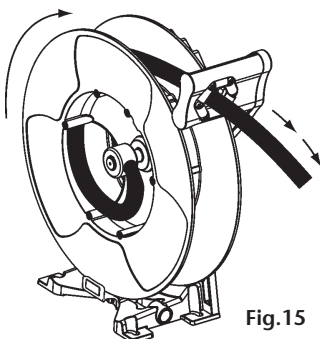

Fig.15
1. Pull the hose out and let the hose reel latch (fig. 15).
1. Tire de la manguera hasta que quede trincada en el enrollador (fig. 15).
1. Tirer le tuyau jusqu'au verrouillage du cliquet (fig. 15).